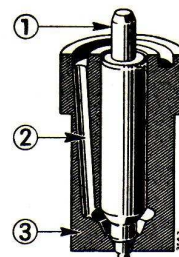

Fig. 53.- 1. Aiguille - 2. Canal de pression
Chaque injecteur se compose d'un corps d'injecteur (3) et d'une aiguille (1) fig. 53, en acier très dur de haute qualité, et ajusté avec une extrême précision. L'aiguille et le corps ne peuvent donc pas être remplacés séparément, mais ensemble si cela est nécessaire.